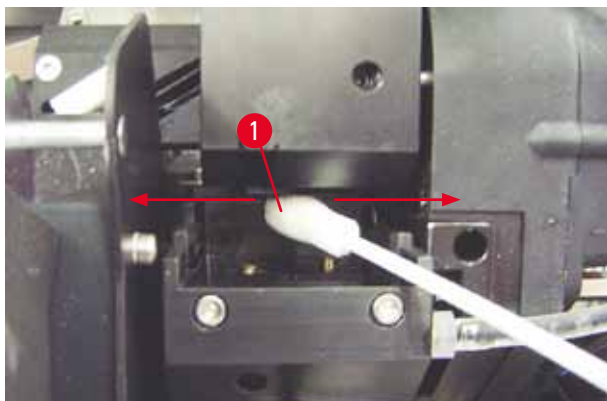

Fig. 51
5. Før forsigtigt pinden ind i mellemrummet under printhovedet (→ "Fig. 51"). Tryk let opad (på printhovedet), og før skumpinden frem og tilbage (ca. 10 gange). Derved løsnes og fjernes aflejringer af tørret blæk.